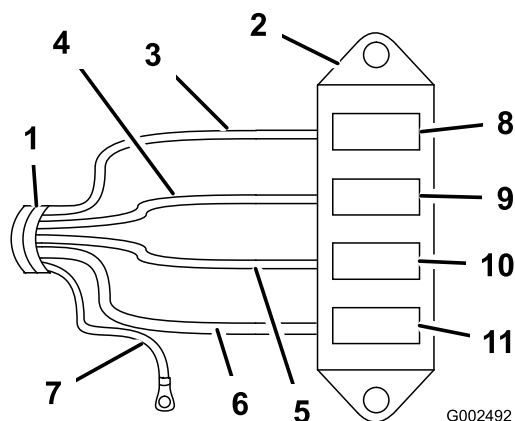

Figure 11
7. Câblez le faisceau électrique à la boîte à fusibles en connectant les fils du faisceau aux connecteurs correspondants à l'arrière de la boîte à fusibles (Figure 11).